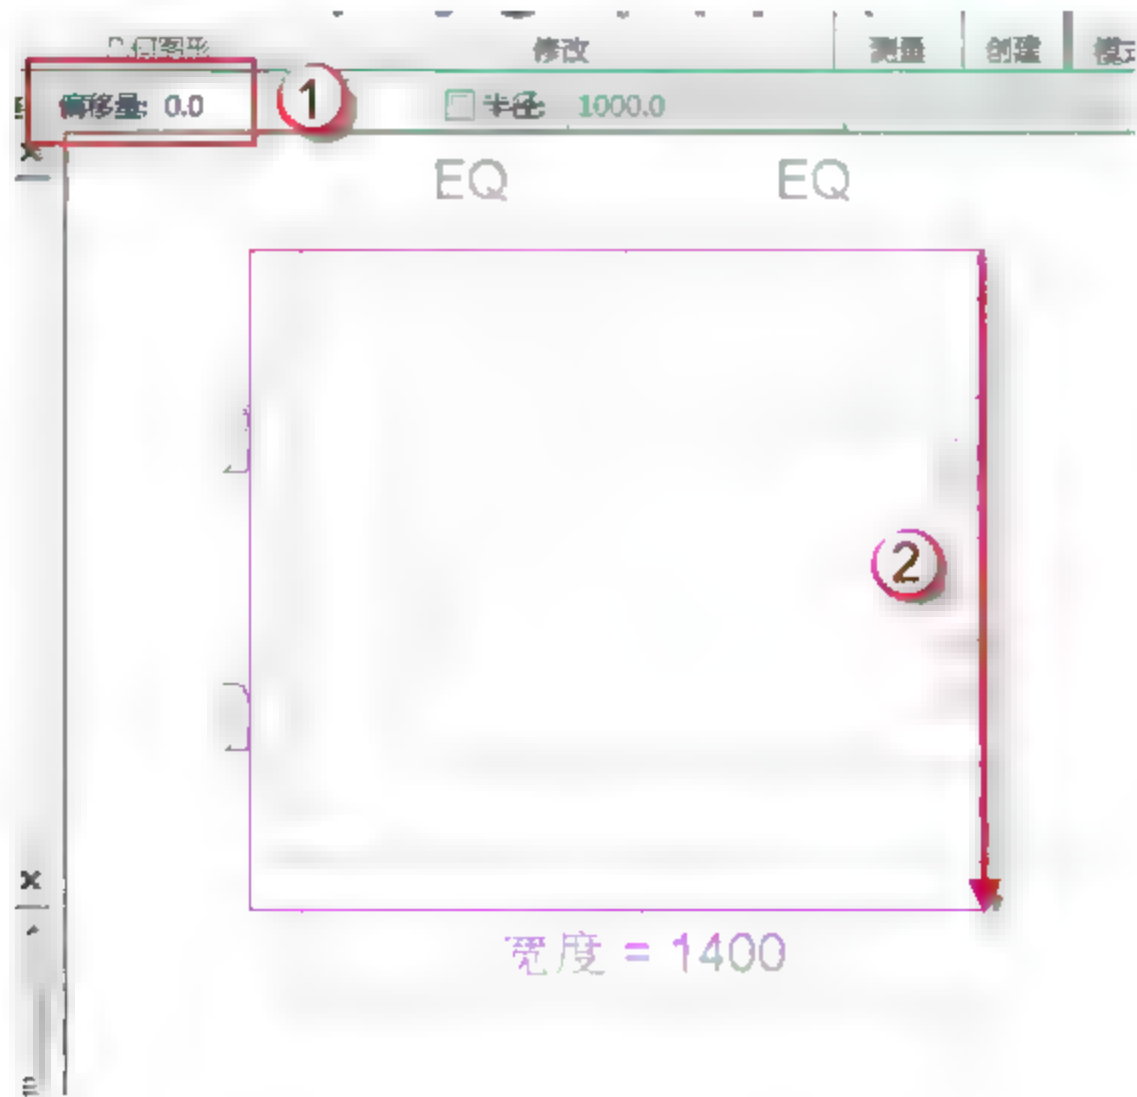

图 12.3.57 闭合图形
(18) 绘制顶板。选择“创建”→“拉伸”命令，选择“直线”绘图方式，选中“链”复选框，将“偏移量”设为“100”，依次绘制，如图 12.3.56 所示。然后将“偏移量”改为“0”，将图形闭合，如图 12.3.57 所示。